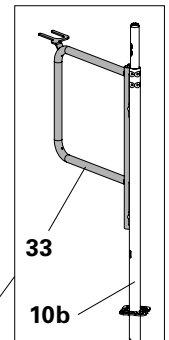
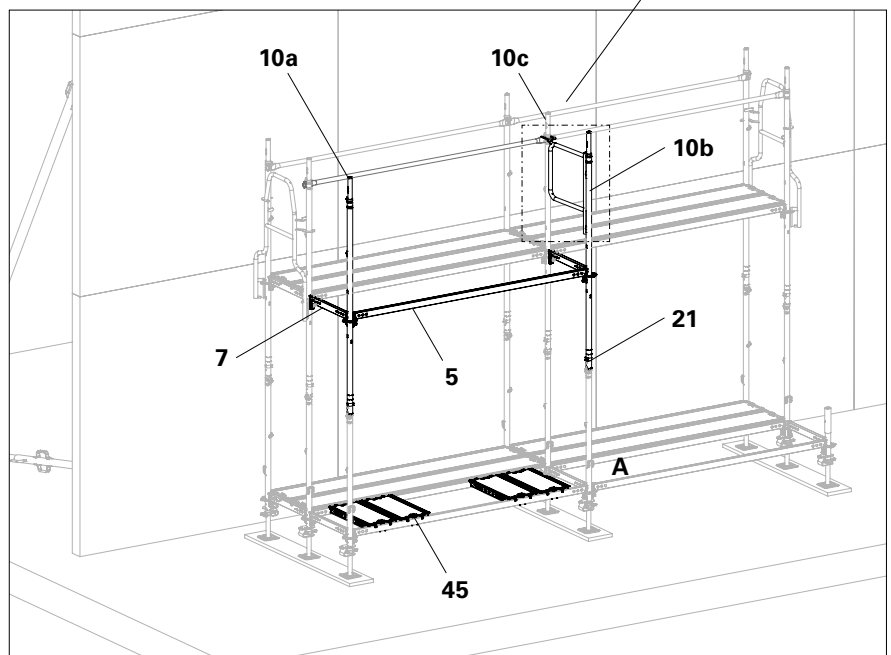

Abb. A3.06a
Abb. A3.06
3. Stirngeländer EPF (33) in Easy Stiel EVM (10b) einhängen. (Abb. A3.06a)
4. Easy Stiel EVM (10b) auf Basislage stecken und Gabel von Stirngeländer EPF (15) in Easy Stiel EVM (10c) einhängen.
5. Easy Stiele EVM (10) und Basislage mit Steckbolzen (21) zugfest verbinden.
7. Stahlbeläge UDG-2 (45) entfernen. (Abb. A3.06)